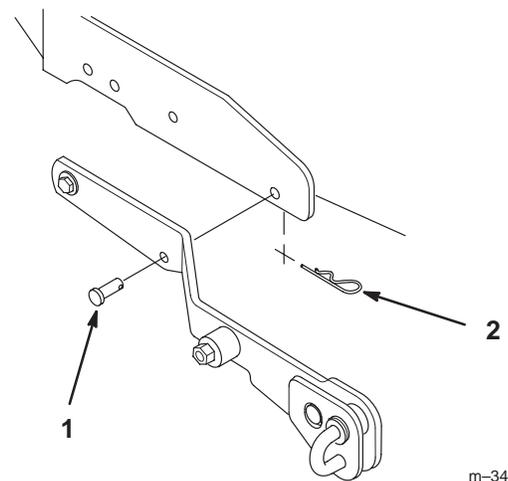

Bild 4
3. Wenn eine Schneefräse, ein hydraulisches Messer oder eine Ackerfräse an der Mähwerk-Aushebung befestigt war, müssen Sie die beiden Lastösenbolzen an beiden Seiten der Mähwerk-Aushebung abnehmen (Bild 4).